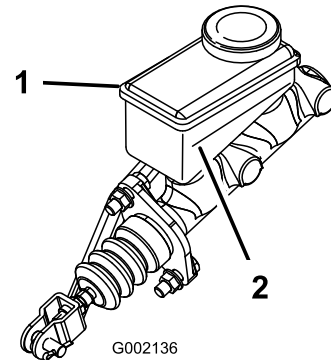

Figura 65
- Mire el nivel de aceite en el lateral del depósito (Figura 65).
- Añada líquido de frenos DOT 3 al depósito hasta que el nivel esté por encima de la línea Mínimo (Figura 65).